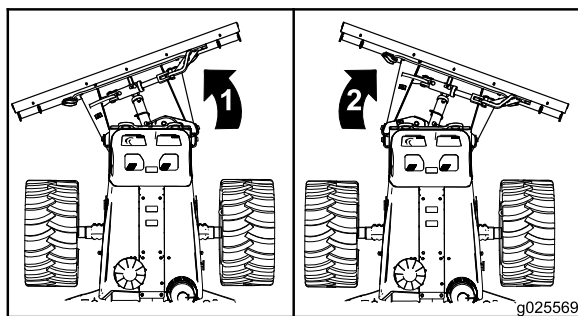

Figura 52
- Para girar la hoja de relleno a la izquierda: presione la parte izquierda del mando del pulgar (Figura 52).
- Para girar la hoja de relleno a la derecha: presione la parte derecha del mando del pulgar (Figura 52).